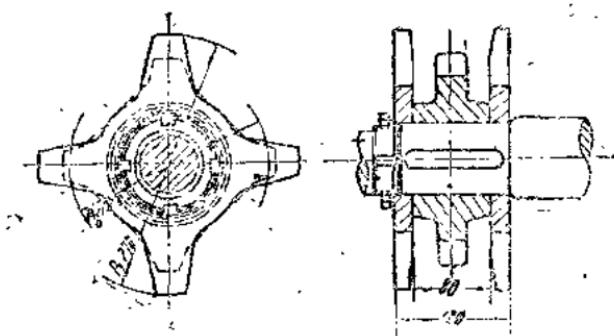

图 6 链轮护板
5. 应装设牙轮护板。目前有很多机头链轮缺乏护板（图6），因而在链轮与链条咬合时，稍有跳动或嵌入矸石，就发生跳牙落链事故。装上护板之后就可避免或减少这种事故。